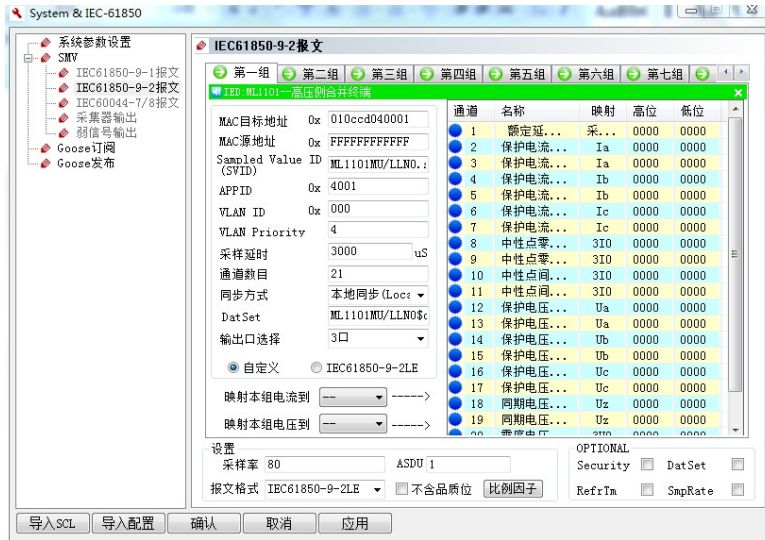
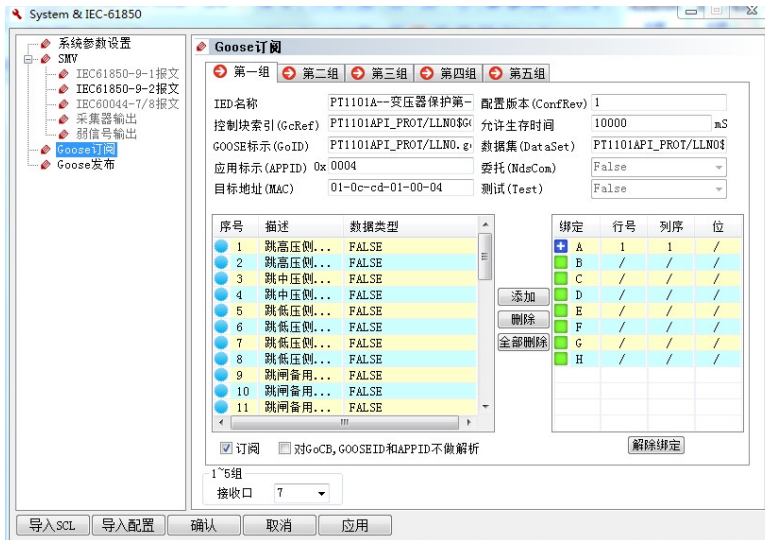

图 A-10 自动配置后采样报文界面
图 A-11 自动配置后 GOOSE 报文信息界面
- 5) 点击确定后即完成了报文的自动配置。包括 SMV 如图 A-10、GOOSE 订阅如图 A-11、GOOSE